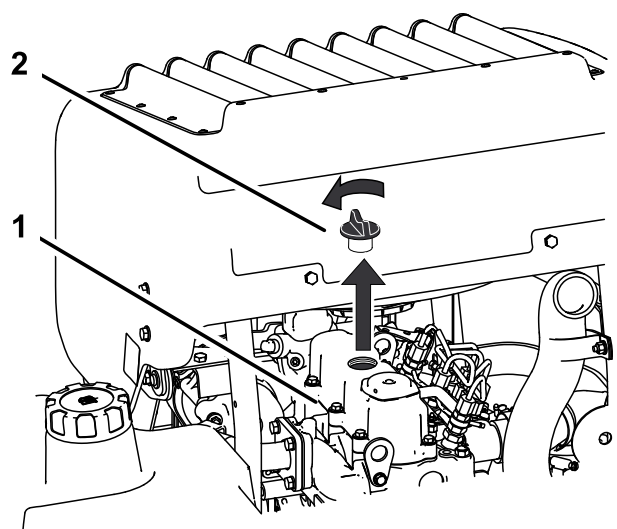

Figura 68
6. Retire el tapón de llenado de aceite de la parte superior del motor (Figura 68).
2. Retire el tapón de llenado y la varilla (Figura 68).